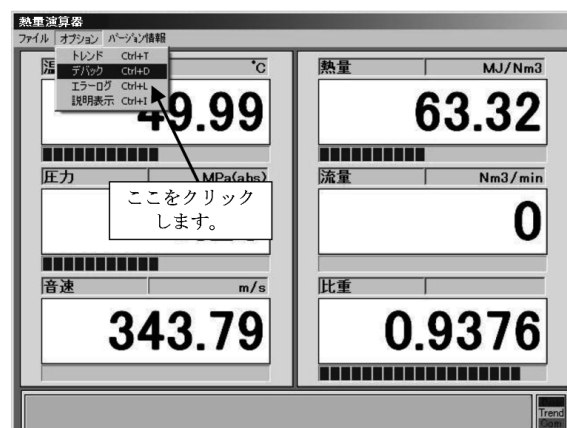

図 9.6.1
1. RUNモード表示画面においてメニューの「オプション」をクリックすると、図9.6.1のような状態となります。ここで、「デバック」をクリックします。